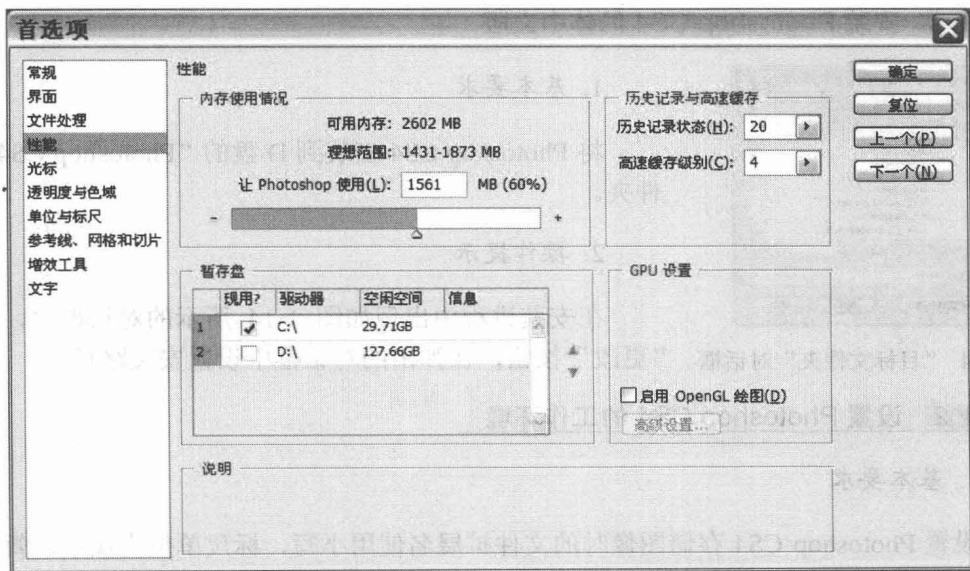

图 1-12 性能设置对话框
(5) 内存与图像高速缓存设置。执行“编辑”→“首选项”→“性能”命令,弹出如图 1-12 所示的对话框。对“内存使用情况”、“暂存盘”、“历史记录与高速缓存”和“GPU 设置”进行设置。